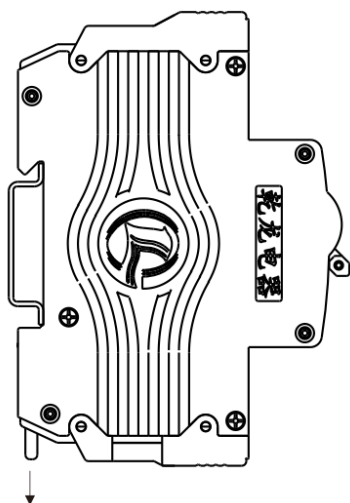
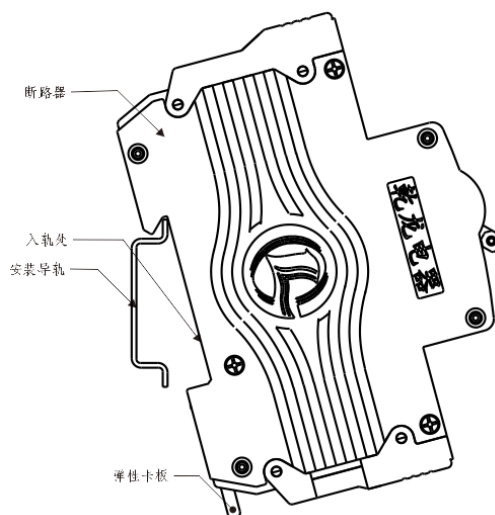

图 3
图 4
b. 拆卸：将断路器的弹性卡板按图 3 沿箭头方向向下拉出，再按图 4 将断路器的下端向上抬起并向上推，这时取下断路器即可。